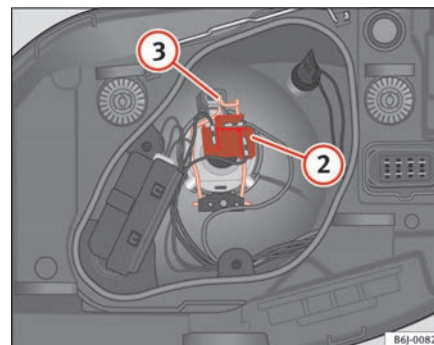

Fig. 152 Luz de
- Extraiga el conector ⇒ página 235, fig. 152 ② de la lámpara.
- Desenganche el resorte retentor ⇒ página 235, fig. 152 ③ presionándolo hacia dentro y a la derecha.